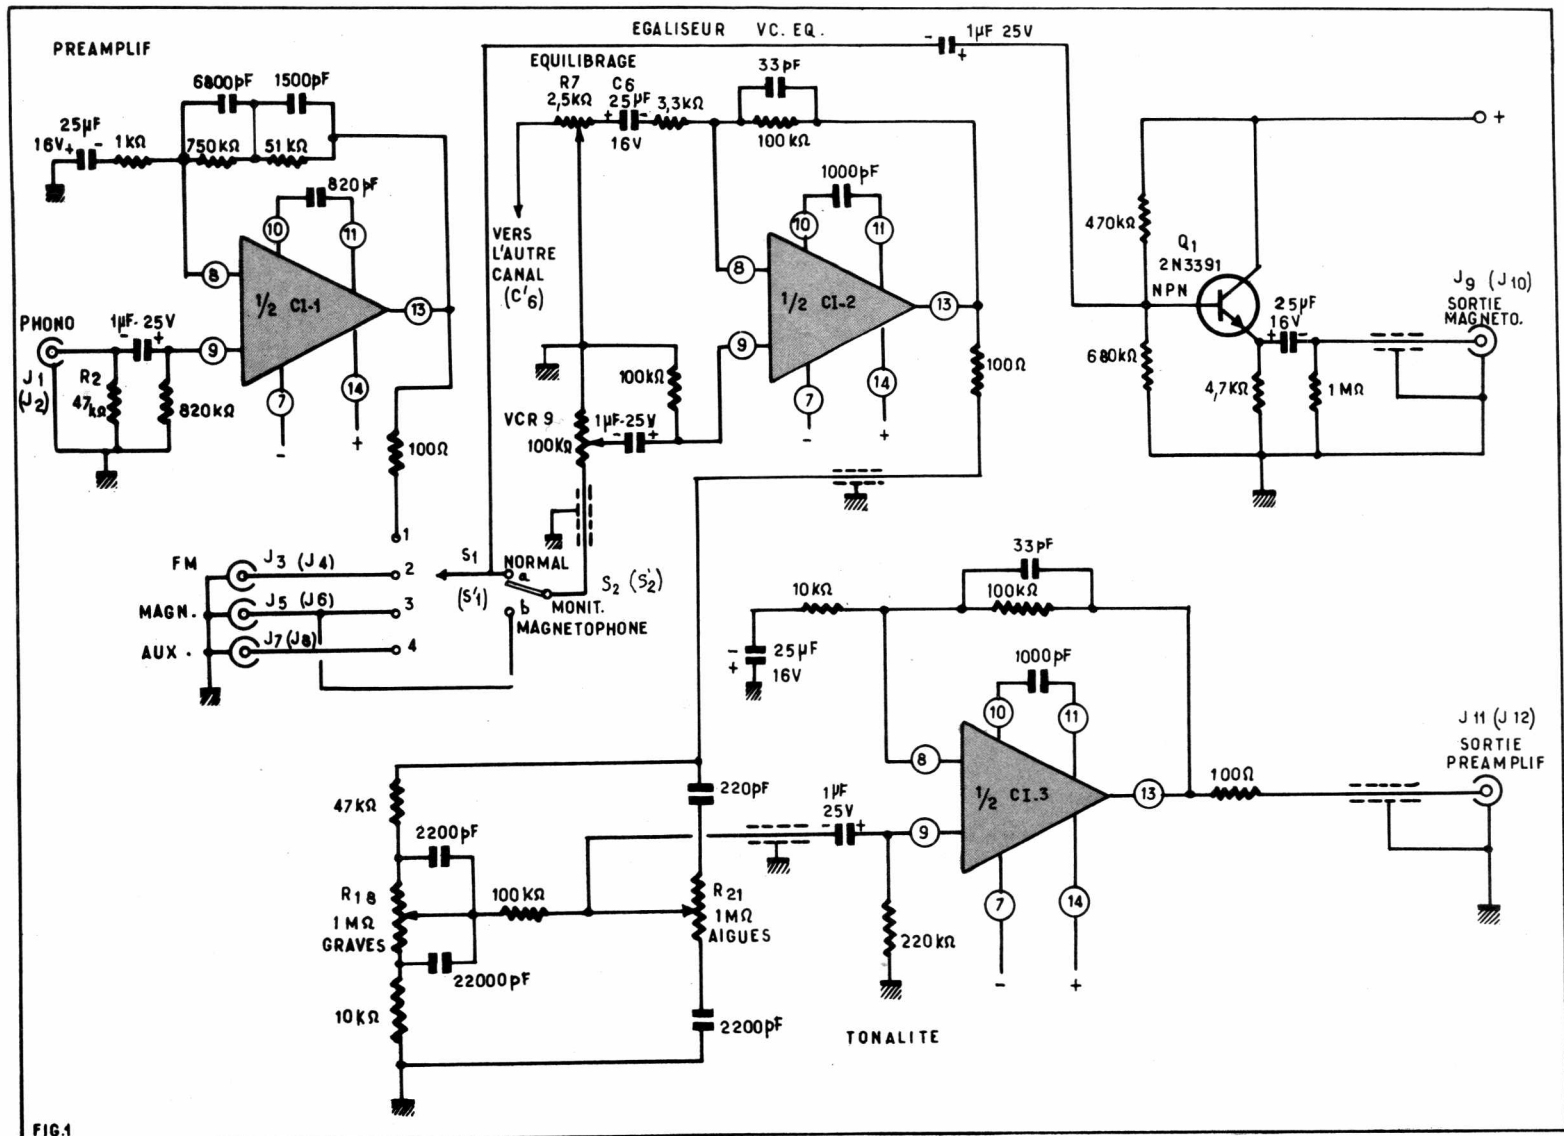
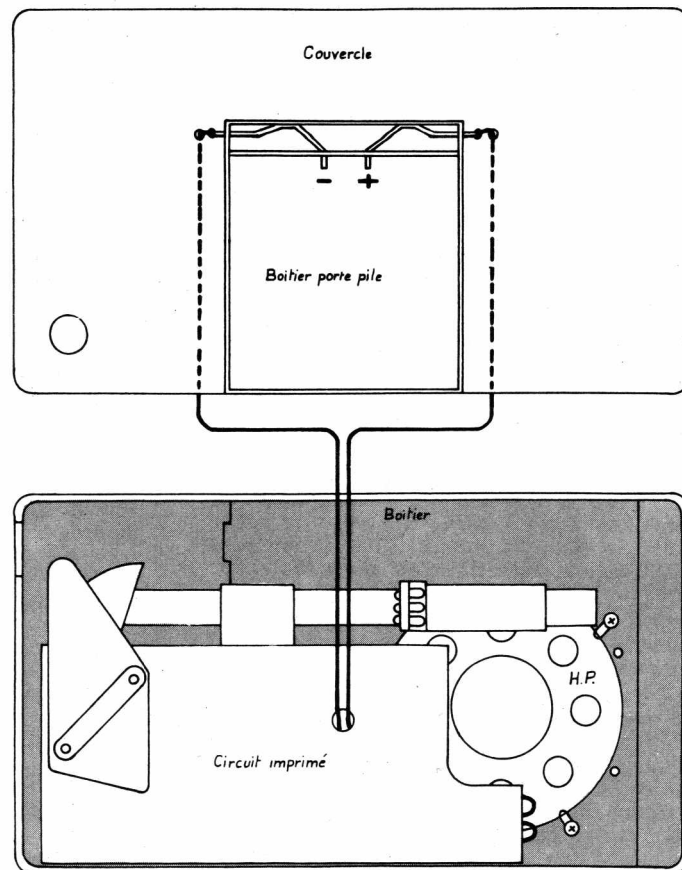

FIG.1
FIG. 4
La figure 1 représente le schéma théorique de ce récepteur. Disons immédiatement que sa sensibilité et sa puissance d'audition exceptionnelles, si on songe au nombre réduit de transistors mis en jeu, tiennent à l'emploi d'un procédé particulier d'amplification que nous avons eu plusieurs fois l'occasion d'expliquer dans cette revue : le montage reflex. Ce montage déjà préconisé au temps où les récepteurs étaient équipés de tubes électroniques s'est révélé facilement adaptable aux transistors.
Le schéma de la figure 1 représente un seul canal que nous nommerons canal 1 par exemple. Le schéma du canal 2, identique à celui du canal 1, n'est pas reproduit mais on tiendra compte du fait que dans chaque CI il y a 14 terminaisons. Sur le schéma on a reproduit les numéros des terminaisons du canal 1. Ces terminaisons correspondent aux suivantes, pour le canal 2 :
La figure 4 donne un aperçu de l'emplacement des organes sur le panneau avant et sur la platine imprimée (ou non imprimée) supportant tous les composants sauf ceux réglables fixés sur le panneau avant de commande.
Sur la platine horizontale représentée d'une manière très simplifiée en (B) figure 4, on disposera les éléments des schémas de la figure 1 et 3 (b) et, éventuellement l'alimentation, mais si celle-ci est montée trop près d'un préamplificateur où les signaux sont à très bas niveau (par exemple moins de 5 mV) on risque le ronflement.
Agir sur  $R_{1,8}$  pour constater que le signal à 50 Hz a une amplitude qui croît lorsque l'on tourne  $R_{1,8}$  dans le sens indiqué par la flèche sur ce schéma figure 1.